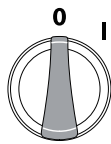
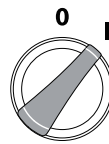

Fig. 16
Fig. 17
1. Asegúrese de que el interruptor de puesta en marcha/apagado (3) se encuentre en la posición "O" (apagado) (Fig. 16).
2. Inserte el enchufe (1) del cable de alimentación en una toma de corriente correctamente instalada.
3. Desplace el interruptor de puesta en marcha/apagado (3) de la máquina hasta la posición de encendido "I" (Fig. 17).